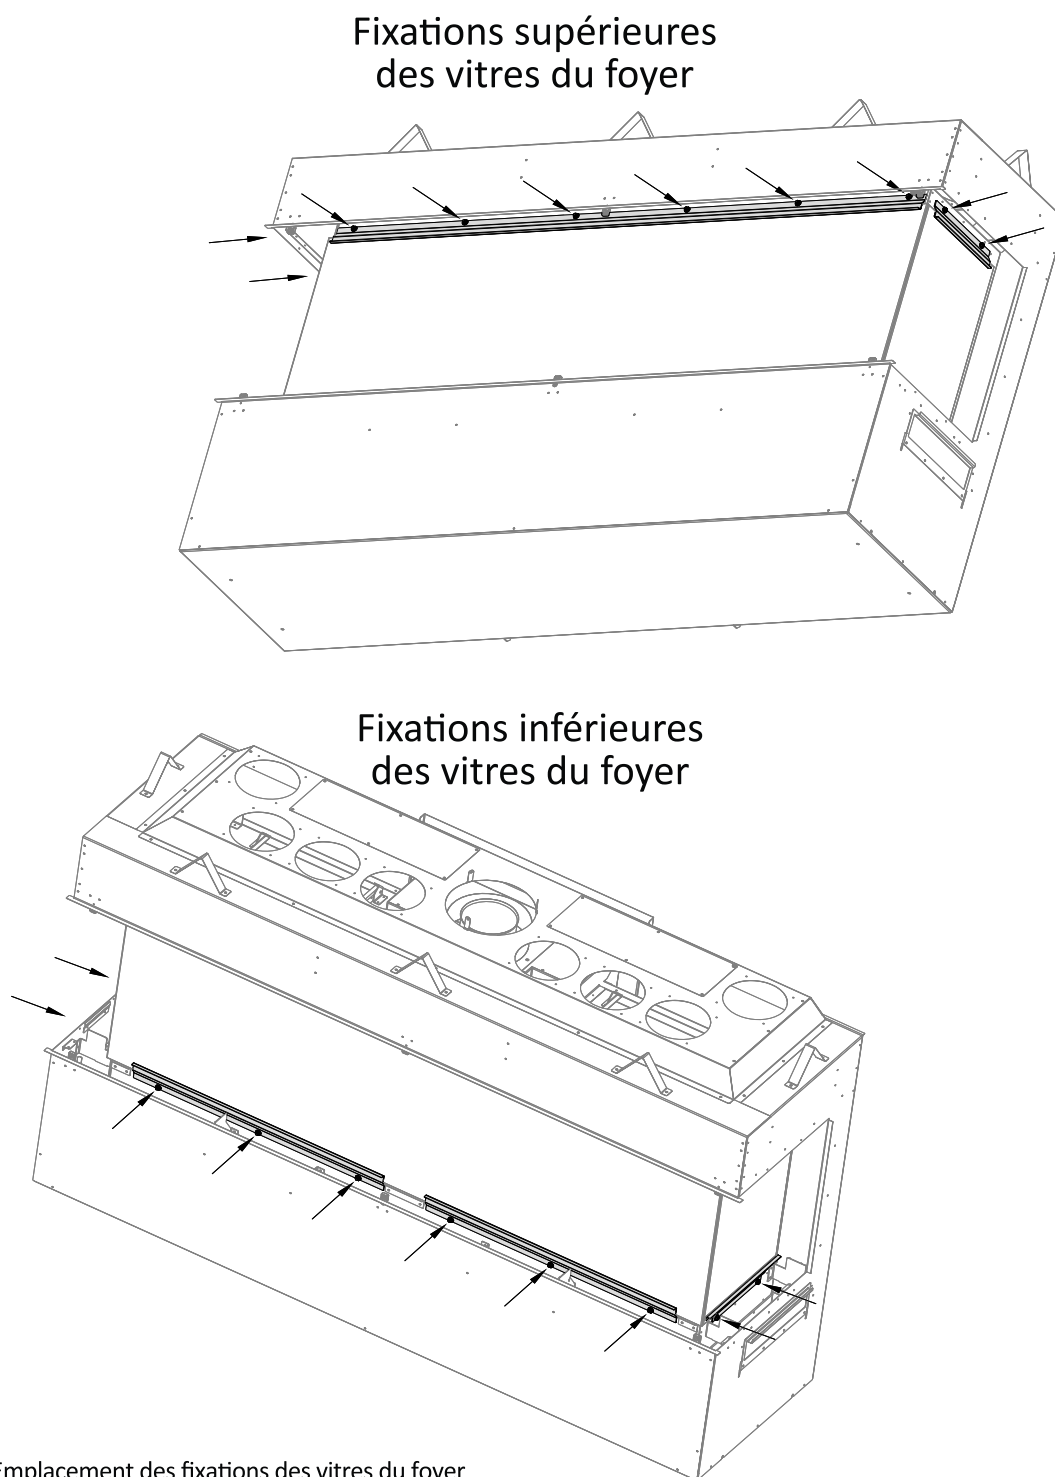

Figure 7.5 - Emplacement des fixations des vitres du foyer
3. Retirez les écrous 7/16 po qui retiennent les fixations de vitre supérieures et retirez ces fixations pour la vitre de façade, tel que montré à la Figure 7.5. Conservez ces fixations pour réinstaller la vitre.
4. Desserrez les écrous 7/16 po qui retiennent les deux fixations de vitre inférieures, tel que montré à la Figure 7.5. Vous n'avez pas besoin de retirer ces fixations.
4. Fixez la dernière fixation de vitre latérale avec les écrous 7/16 po. Serrez tous les écrous 7/16 po qui tiennent en place les fixations supérieures et inférieures, tel que montré à la Figure 7.5.